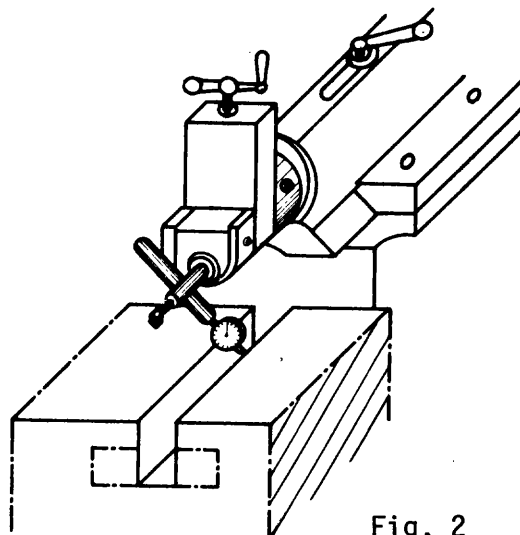

Fig. 2
- 3) Desplace la mesa, baje el carro porta-herramientas hasta que el palpador del comparador toque una de las superficies laterales de la ranura y haga que la aguja gire 1 o 2 vueltas (fig. 2).